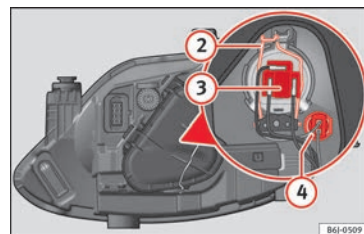

Abb. 92 Abblend-/Fernlicht und Standlicht im Einfachscheinwerfer
- Ziehen Sie den Stecker » **Abb. 92** ③ von der Lampe ab.
- Nehmen Sie die Haltefeder » **Abb. 92** ② durch Eindrücken und Rechtsdrehung ab.
- Lampenträger » **Abb. 92** ④ herausziehen.